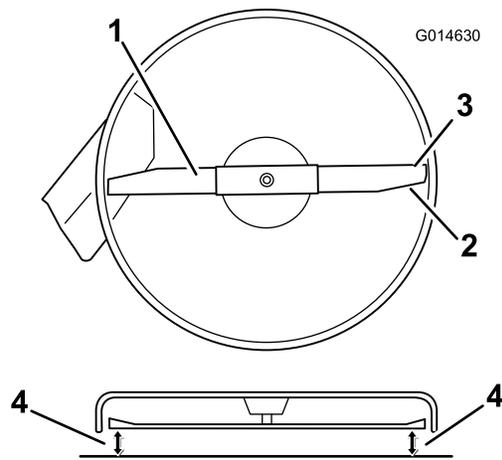

Bild 49
5. Messen Sie den Abstand zwischen den äußeren Schnittkanten und der ebenen Oberfläche (Bild 49). Wenn beide Messwerte nicht innerhalb von 5 mm liegen, ist eine Einstellung erforderlich. Machen Sie mit diesen Schritten weiter.